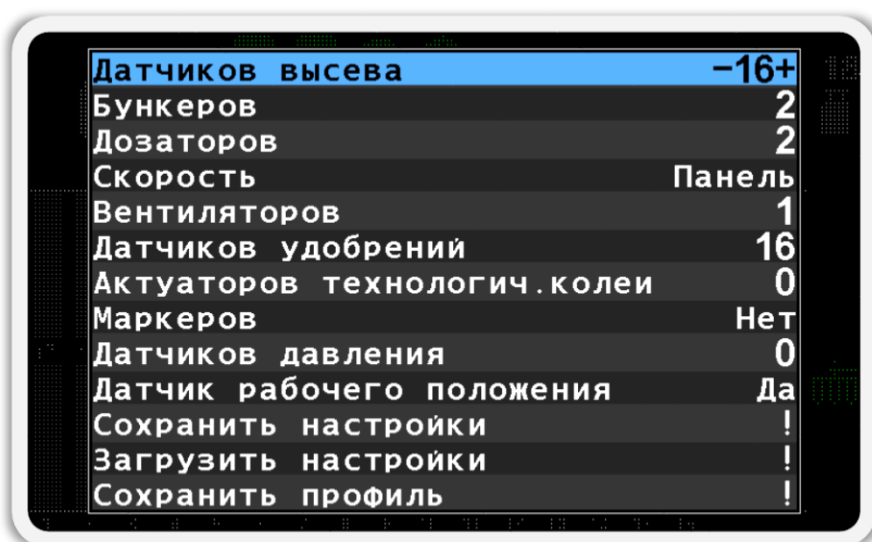

Рисунок 55 Меню настроек профиля
4. В меню настроек профиля (см. Рисунок 55) для каждого типа датчика или актуатора имеется соответствующий пункт меню. Параметр, который расположен с правой стороны меню, задает количество датчиков или способ их подключения. Для перемещения от одного пункта меню к другому используйте кнопки  «Вверх» и  «Вниз», а для изменения параметра используйте кнопки  «Плюс» и  «Минус». Подробное описание параметров находится в конце этой главы.